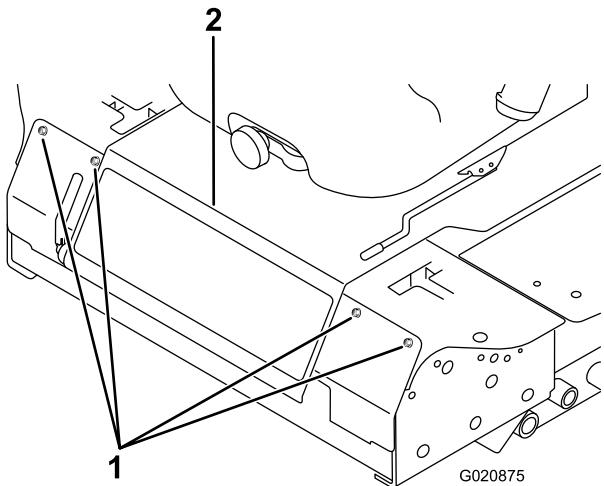

Figure 46
2. Retirez les boulons de fixation du panneau avant et déposez le panneau (Figure 46).